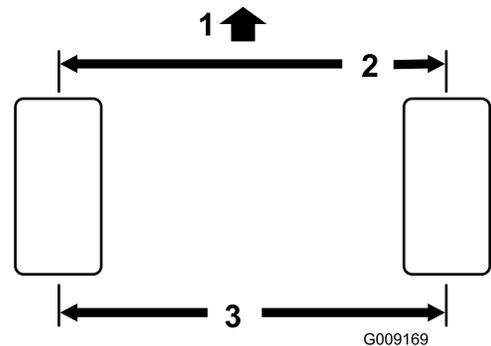

Bild 106
**Hinweis:** Die Vorspureinstellung des Hinterrads ist korrekt, wenn die Differenz zwischen dem am vorderen und hinteren Rand des Reifens gemessene Abstand 6 mm oder weniger beträgt. (Bild 106).